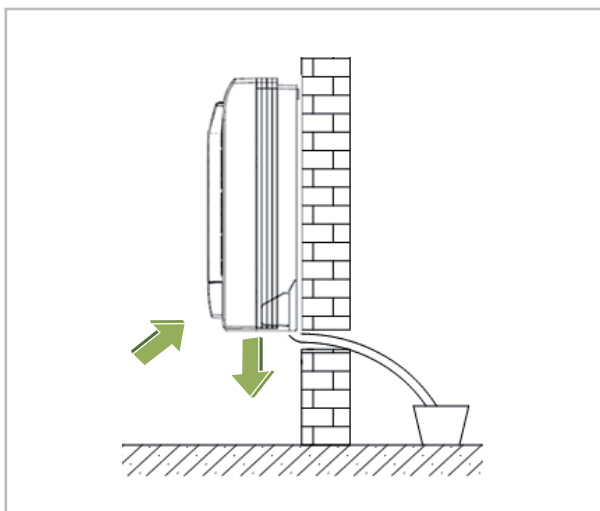

Abb. 24: Waagerechte Ausrichtung
5. ➤ Überprüfen Sie nochmals die waagerechte Ausrichtung des Gerätes. Abb. 24